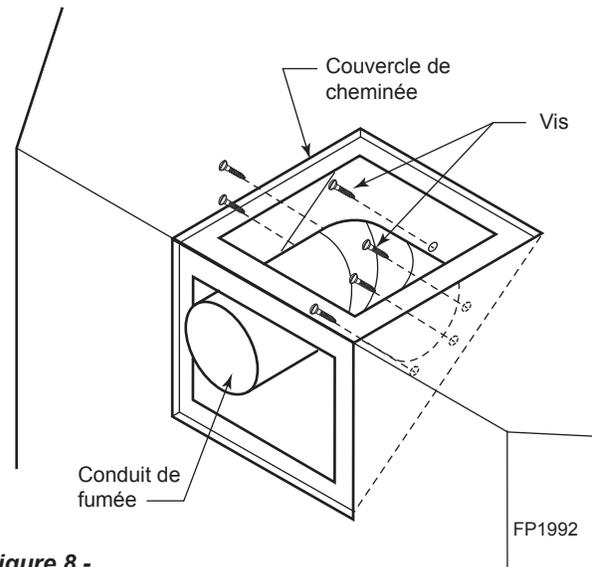

Figure 8 - Retirez le conduit de fumée
4. Retirez les six (6) vis fixant le conduit de fumée à la partie arrière du boîtier d'admission et retirez le conduit et le joint d'étanchéité. *Figure 8*